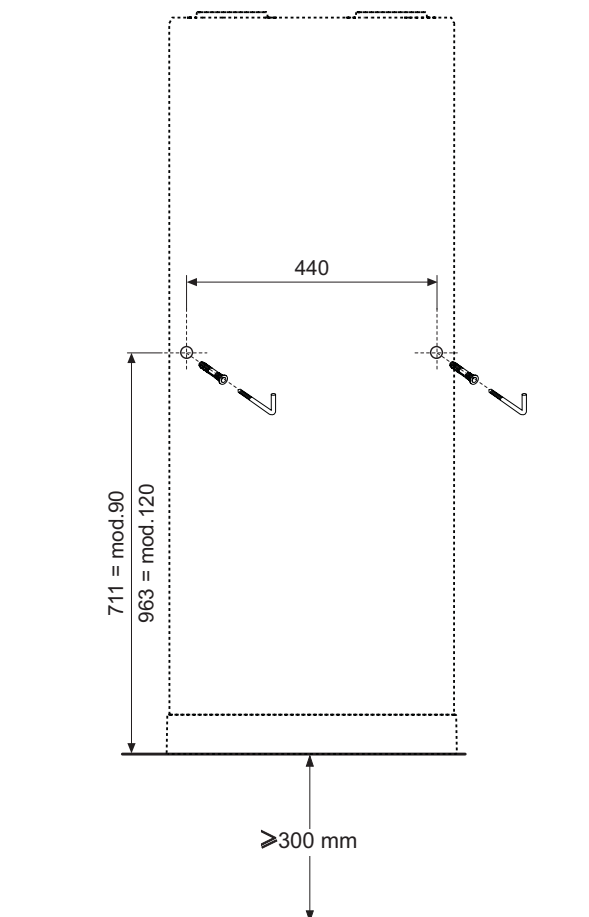

fig. 30 - Indicazione foratura
- Forare secondo le indicazioni di fig. 30.